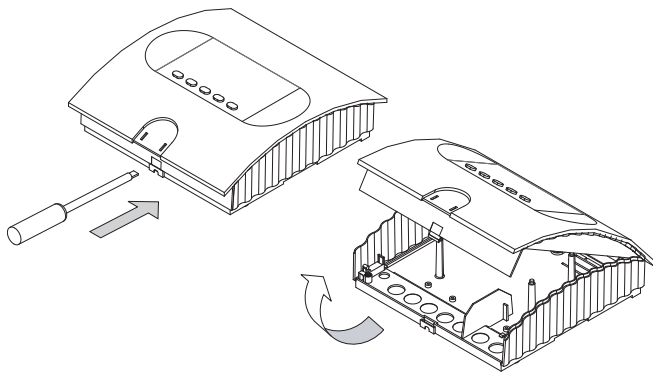

Abb. 1
1. Nehmen Sie die Abdeckung des Leistungsteils ab. Dazu drücken Sie mit einem flachen Schraubenzieher die Befestigungsnase nach innen und ziehen Sie das Gehäuse-Oberteil durch Schwenken nach oben ab (Abb. 1).